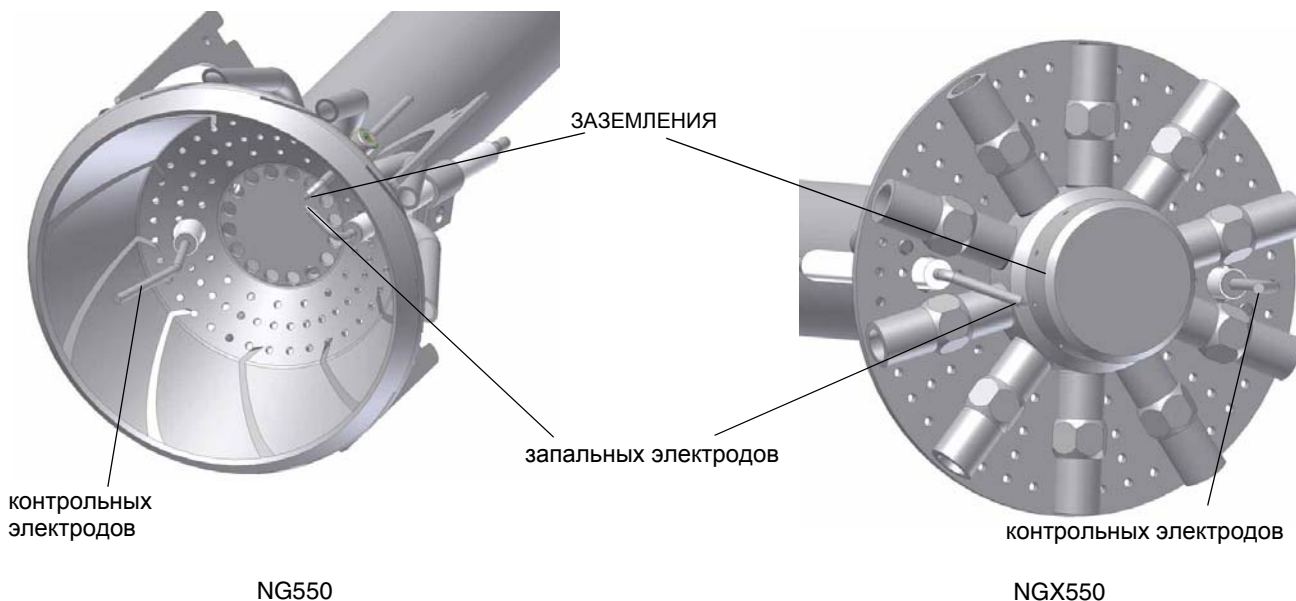

Рис. 47
2. расслабить крепежный винт (V)
**ВНИМАНИЕ:** чтобы не подвергать риску работу горелки, избегать контакта запальных и контрольных электродов с металлическими частями горелки (голова сгорания, сопло и т.д.). Проверять положение электродов каждый раз после выполнения каких-либо работ на голове сгорания. Убедиться, что расстояние между запальным электродом и массой составляет 4 - 5 мм. (см. Рис. 47)